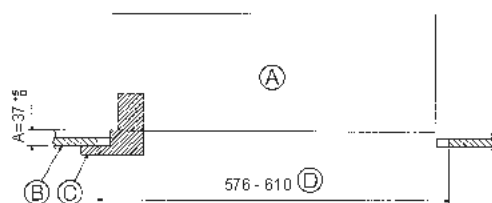

Fig. 10-2
10.2. Preparação da fixação da grelha (Fig. 10-2)
- (A) Unidade principal